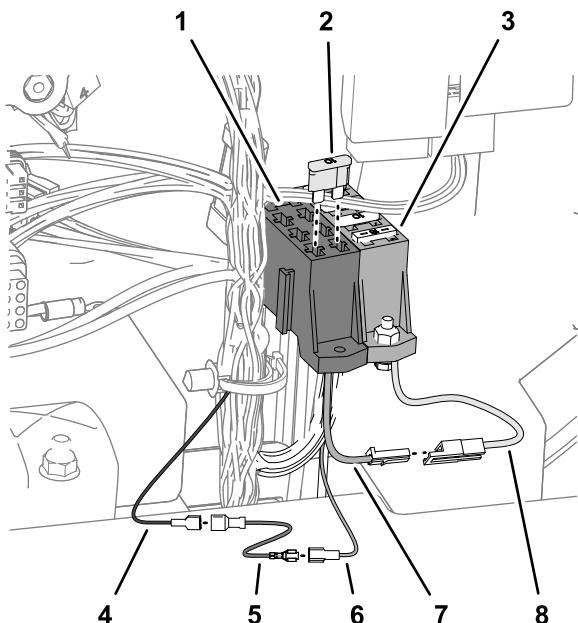

図 42
1. 追加のワイヤハーネスヒューズブロック P/N 92-2641を、既存のヒューズブロックに組み付ける図 42。
2. 追加のワイヤハーネスヒューズブロック P/N 92-2641を、既存のヒューズブロック 図 42に組み付ける
3. キースタートハーネスP/N 107-0672を、ハーネスヒューズブロックP/N 92-2641のワイヤ図42に以下のように組み付ける
4. キースタートハーネスP/N 107-0672を、ポーラー トラックキットハーネスの補助電源ワイヤ図42に以下のように組み付ける
5. ヒューズブロックにヒューズ10 Aを取り付ける図42。